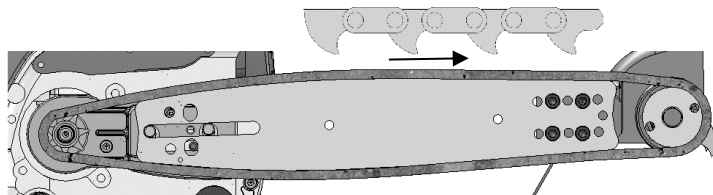

Fig.3: Læg kæden på
- > Læg kæden omkring hjul og drivhjul på motorsaven. Indsæt drevled i skinnen. Vær opmærksom på kædens korrekte løberetning (Fig. 3).